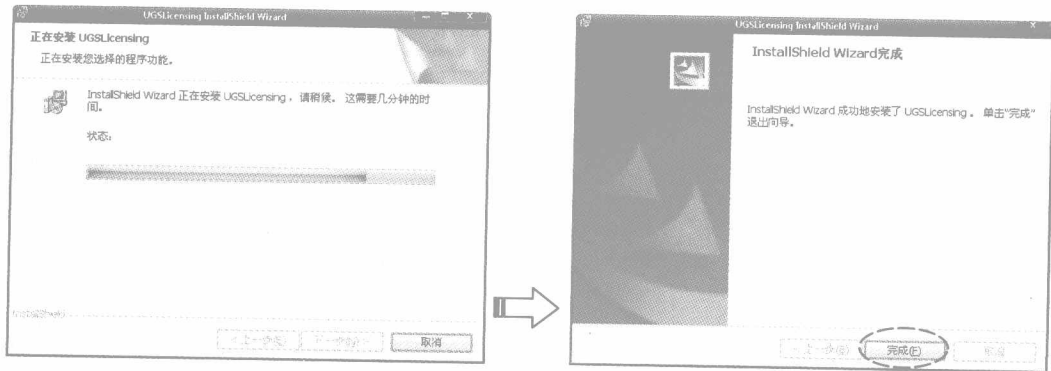

图 1-9 安装向导
(11) 单击 **安装(I)** 按钮后弹出『UGSlicensing InstallShield Wizard』对话框, 然后以图 1-9 所示的指引进行操作。